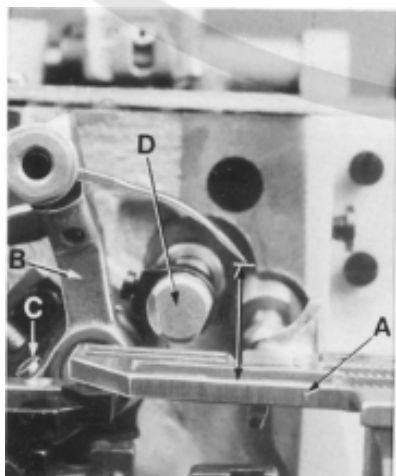

FIG. 3
With throat plate assembled in position, needle should center in the front end of needle slot. When needle is at its highest position, needle point should be set between 17/34" - 35/64" (13.5 - 14mm) above the throat plate (A, Fig. 3). For this adjustment gauge G21227F can be advantageously used. To align the needle or to set the height above the throat plate, move needle driving arm (B, Fig. 3) by loosening clamp screw (C). Remove throat plate.
Bei eingebauter Stichplatte soll die Nadel mittig im vorderen Teil des Stichloches einstechen. Wenn die Nadel in ihrer Höchststellung ist, muß die Nadelspitze zwischen 13.5 bis 14mm über der Stichplatte stehen (A, Fig. 3). Zur Einstellung kann die Nadelhöhen-Einstellehre G21227F verwendet werden. Zum Ausrichten der Nadel oder zum Einstellen der Höhe über der Stichplatte, lösen Sie die Schraube (C, Fig. 3) und verdrehen und/oder verschieben den Nadelhebel (B) entsprechend. Entfernen Sie die Stichplatte.
If resetting is necessary, do it by shifting the upper looper holder (D, Fig. 3) in its shaft to the right or to the left.
Ist ein Nachstellen notwendig, wird es durch Verstellen des Obergreiferhalters (D, Fig. 3) in der Obergreiferachse nachrechts oder links vorgenommen.